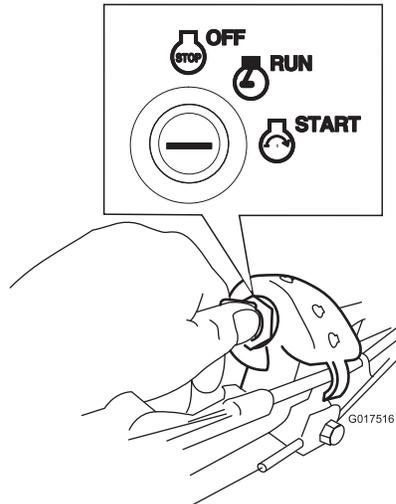

Figure 19
Tournez la clé de contact et maintenez-la à la position de démarrage (Start) (Figure 19); relâchez-la dès que le moteur démarre.
1. Tournez la clé de contact à la position contact (Figure 19).